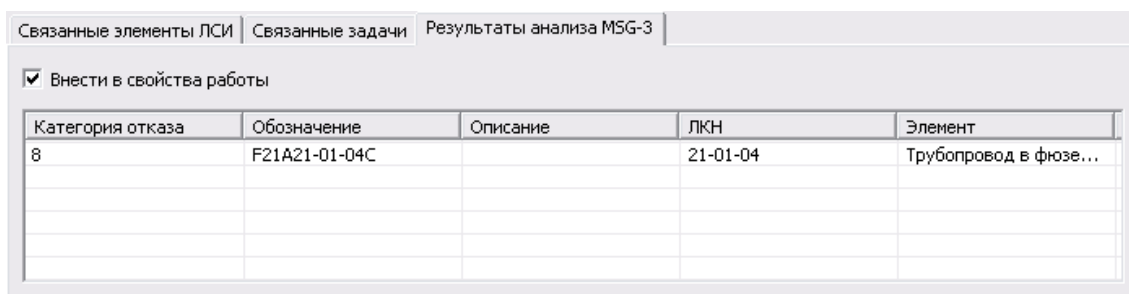

Рис. 3-33
- На вкладке **Результаты анализа MSG-3** представлены результаты анализа: категория отказа, обозначение причины отказа, описание причины отказа, ЛКН и наименование элемента ЛСИ. По умолчанию установлен флаг **Внести в свойства работы**. Это позволяет автоматически скопировать категорию отказа и обозначение (код) причины отказа в свойства работы (рис. 3-33).